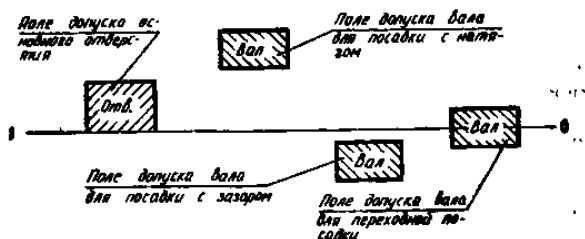

Рисунок 1- Графическое изображение посадок в системе отверстия
3) Строим графическое изображение полей допусков вала и отверстия, смотри рисунок 1, указываем предельные размеры деталей, допуск размера детали (для отверстия и для вала), характер соединения.